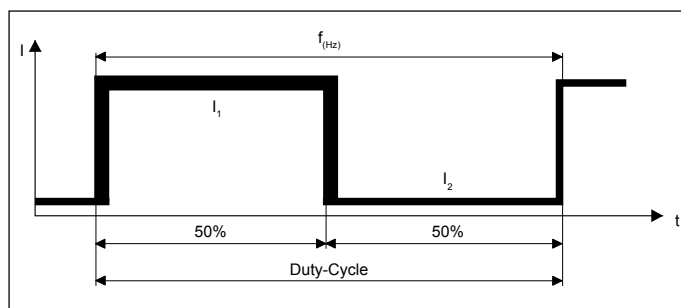

Fig. 15
2) Exemple de réglage: (Fig. 15)